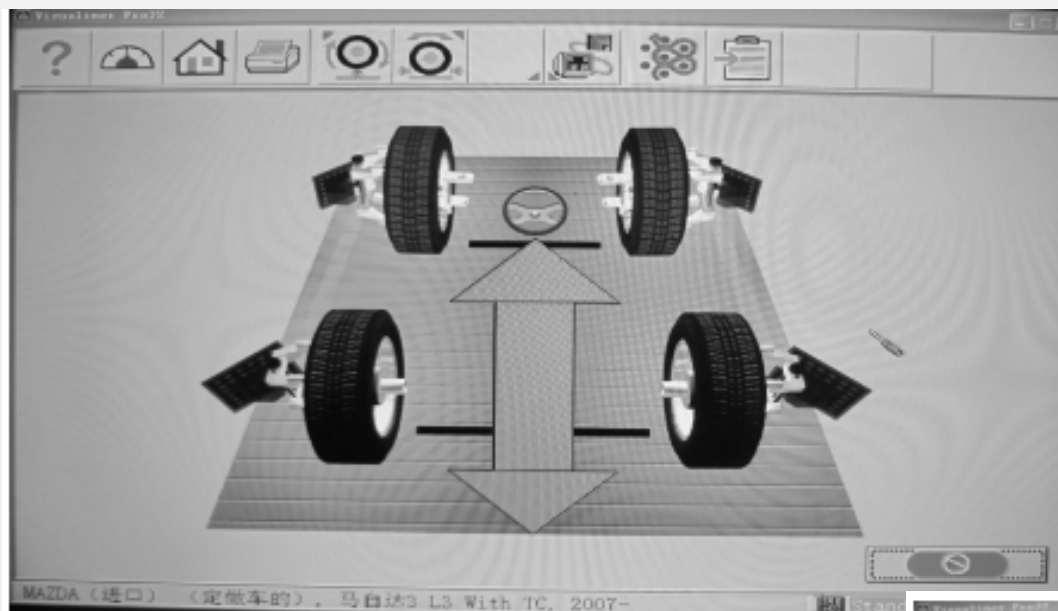

图3-180 指示箭头
(7) 当出现前后移动绿色指示箭头时，如图3-180所示，根据车辆位于举升机的位置，向前或向后移动车辆，一般情况下，由于举升机后部距离大，因此向后移动车辆，约20cm。